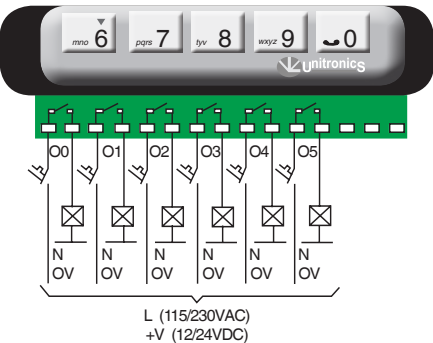

Рис. 4. Дискретные выходы
- 6 дискретных выходов (рис. 4, стр. 4);
- 6 аналоговых входов (не имеют гальванической развязки) (рис. 4, стр. 4);